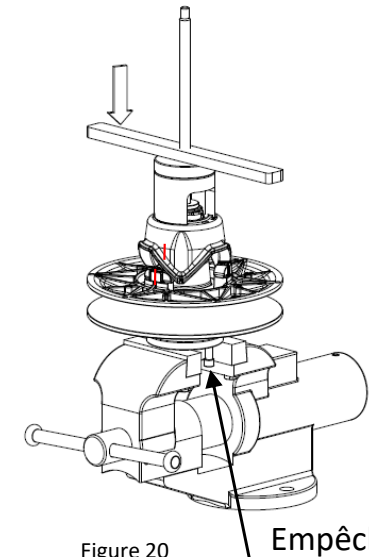
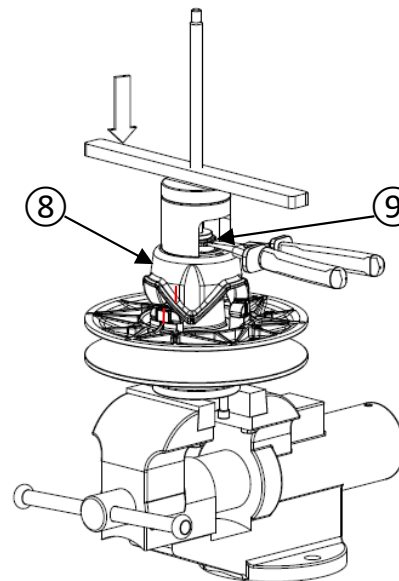

Figure 20
Figure 21
- Installez la poulie sur l'outil de démontage comme indiqué sur la figure 20. Utilisez la vis de blocage pour empêcher la rotation de la poulie sur l'outil de démontage.
- En vissant la barre sur la tige filetée, appuyez sur la came ⑧ (3 à 4 mm max.) afin de libérer l'anneau élastique ⑨.
- Retirer l'anneau élastique ⑨ à l'aide de la pince à anneau élastique (figure 21).